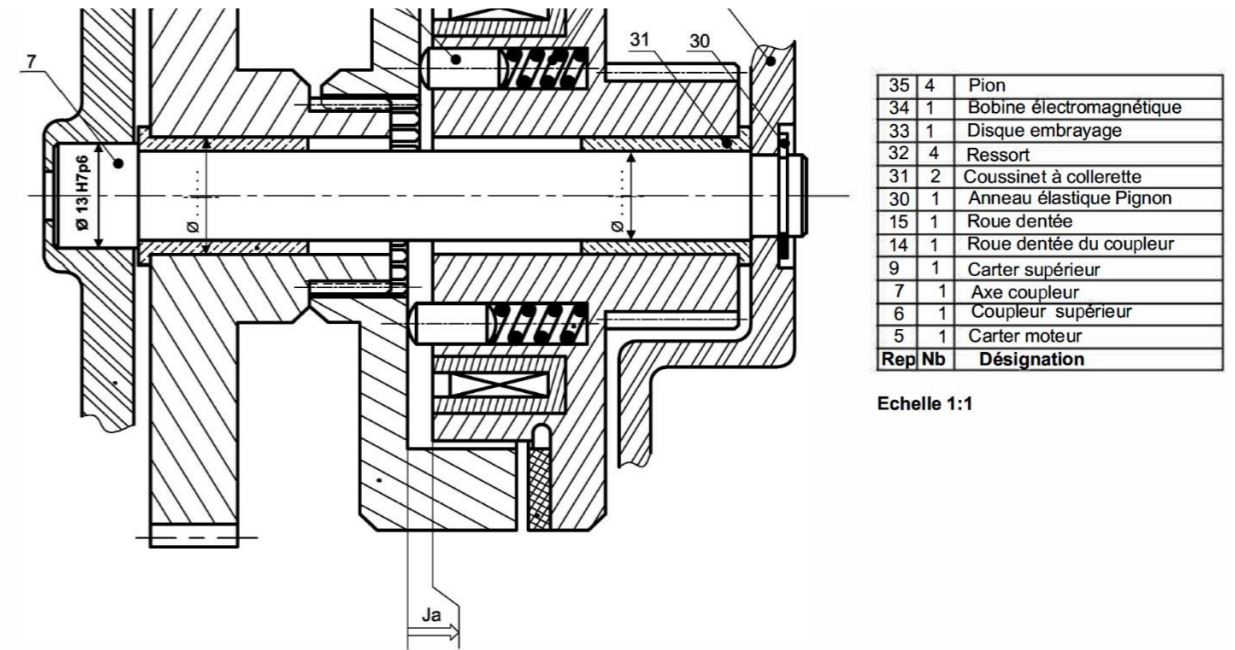

Figure 10 : coupleur électromagnétique
4.3. Cotation fonctionnelle (figure 10) :
4.3.1. Tracer sur le dessin (figure 10) la chaîne de cotes relative à la condition Ja . (0,25 point)
4.3.2. Inscrire sur le dessin qui suit (figure 10) les ajustements, entre l'arbre 7 et les coussinets 31 et entre la roue dentée 14 et le coussinet 31, nécessaires au fonctionnement du mécanisme. (0,5 point)